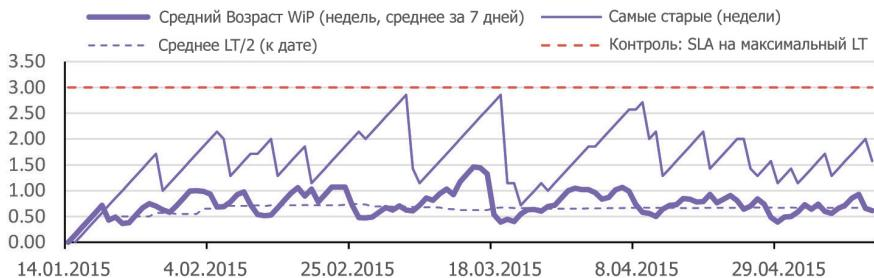

Рис. 13. Линейные графики и контрольная диаграмма ВП, ЧП, WiP и Контрольная диаграмма для Среднего Возраста WiP
- **Линейные графики** среднего времени производства, скорости поставки, WiP и Возраста WiP (см. Рис. 13).
- **Контрольные диаграммы** времени производства или возраста WiP. Контрольные диаграммы представляют собой линейные графики или диаграммы рассеяния с учетом допустимых пределов. Их можно использовать для инициирования действий, удерживающих элементы в желаемом диапазоне. Контрольные диаграммы чаще используют в производстве, чем при применении Канбана, в связи с более высокой естественной и предполагаемой изменчивостью работы по накоплению знаний (см. Рис. 13).
Линейные графики на Рис. 13 демонстрируют изменение скользящей средней метрики за 7 дней за один и тот же период. Контрольная диаграмма, помимо прочего, демонстрирует максимальную длительность элемента в работе. Поскольку на ней показаны линии контроля, инициирующие анализ или вмешательство, эта диаграмма является контрольной.